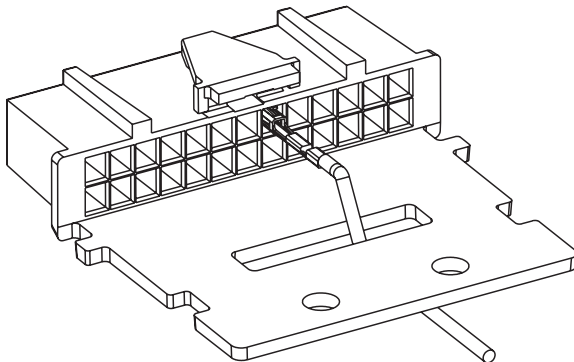

Figura 3a. Elemento para aliviar tensiones del cable
Paso 1. Pase los cables a través del conector, tal como se indica en la Figura 3a, o en el caso de aplicaciones con varios accesorios conectados a la radio móvil, pase los cables como se indica en la Figura 3b y utilice el precinto para sujetar los cables al conector.